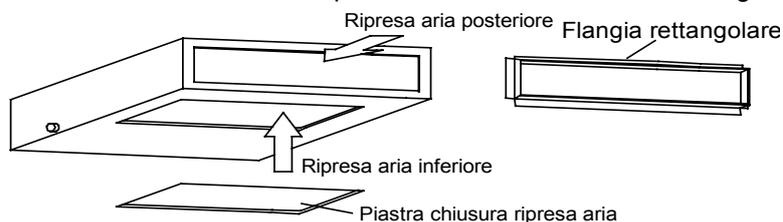

Fig.5-12
- 1) La posizione di installazione predefinita della flangia rettangolare è situata nella parte posteriore dell'unità mentre la piastra di chiusura della ripresa dell'aria è situata nella parte inferiore, come illustrato in figure 5-12.